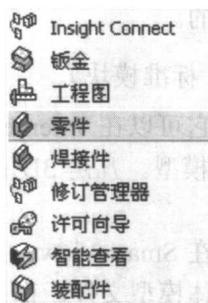

图 1-12 帮助菜单
- (1) 在【开始】/【程序】中找到【Solid Edge V12】选项。
- (2) 将鼠标移动到该选项上，会弹出 SE 包含的模块菜单，如图 1-12 所示。